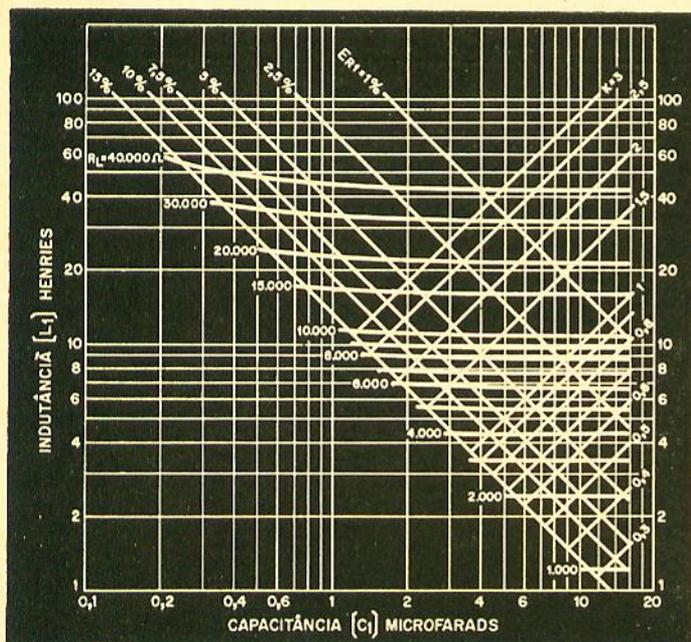

Figura 43
As curvas da figuras 43 e 44 fornecem a tensão de ondulação na saída do filtro respectivamente para a primeira seção L1 C1 (figura 43) e segun-
1.º) Qual a porcentagem de ondulação na saída de um filtro com choque de entrada (L1 — C1), sendo o choque de 6,5 H e o condensador de 4 μ F? (retificação de onda completa, rede de alimentação de 50 Hz). Entrando-se no gráfico da figura 43 com o valor de C1 na vertical (4 μ F) e o valor de L1 na horizontal (6,5 H), notamos que o ponto de encontro das duas linhas incide sobre a linha inclinada marcada 7,5%; sendo esta a porcentagem de ondulação correspondente a 6,5 H e 4 μ F. Se a tensão continua de saída for de, por exemplo, 200 volts, a tensão de ondulação será de $200 \times 7,5 \times 10^{-2} = 15$ volts.
Consultamos outra vez a figura 43. Corremos na horizontal (linha correspondente a 10 H), até tocar a linha inclinada marcada 1% e daí descemos finalmente na vertical. Lemos finalmente na linha base horizontal 16 μF .